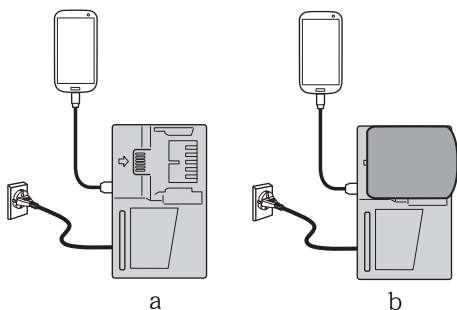

图 30
- 将 USB 设备插入插座进行充电（图 30-a）。
- 将 USB 设备和电池插入插座进行充电。（图 30-b）